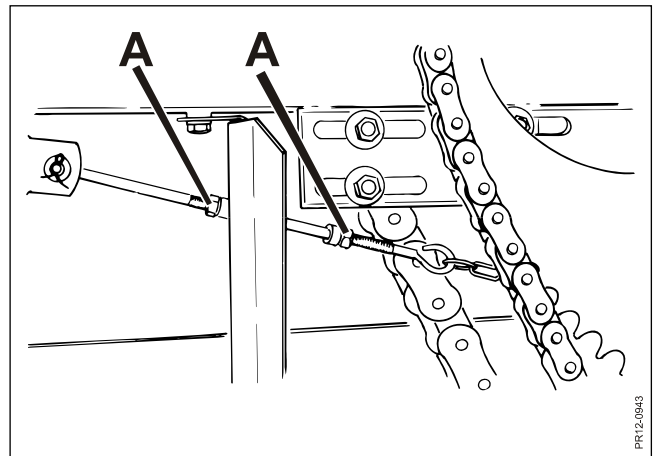

Fig. 9.5
Fig. 9.5 fjedervindingerne er 1,5 – 2 mm. Husk efterfølgende at spænde begge kontramøtrikker (A).